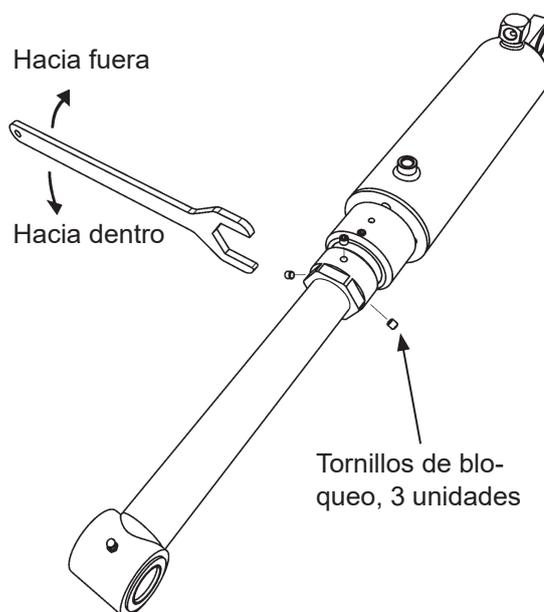

Figura 38. Ajuste del ángulo de basculamiento
5. Aflojar los tres tornillos de bloqueo del segundo cilindro de basculamiento. Véase Figura 38.
6. Girar la llave de ajuste de modo que el cilindro del brazo segundo coincida con la sujeción del puente de elevación. Véase Figura 38 .